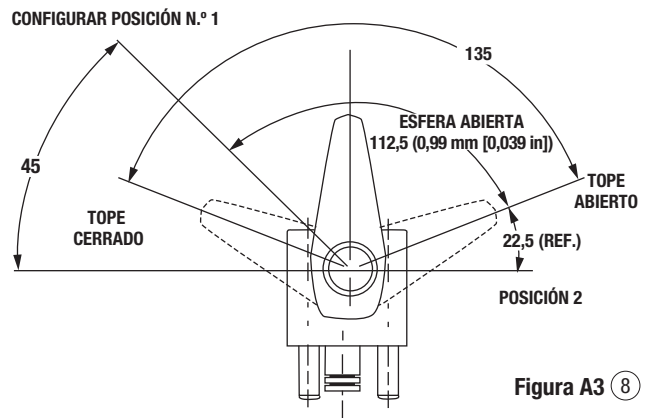

Figura A3 ⑧
Es necesario ajustar la válvula de control manual.	Consulte Cómo configurar la manivela de la válvula de liberación manual/liberación automática, figura A3 en la sección Reparaciones de este manual.
Es necesario ajustar la válvula de control manual.	Ajuste la manivela. Consulte Cómo configurar la manivela de la válvula de liberación manual/ liberación automática, figura A3 en la sección Reparaciones de este manual.
Consulte las figuras A2 y A3. Gire el eje (62) en la rosca hasta que apenas toque la esfera de retención (55) (en su posición cerrada con resorte). Deslice el collarín (104) por el eje. Coloque la manija (61) en la ubicación "Posición 1" (figura A3), con la otra superficie de la manija al ras con el extremo del eje. Bloquéela en su lugar. Gire la manija a "Posición 2" (figura A3). Deslice el collarín hacia el cuerpo de la válvula hasta que haga contacto con la porción de 15,9 mm (5/8 in) de diámetro del eje de control. Gire el collarín de bloqueo en la dirección de las agujas del reloj hasta que toque la clavija de tope y bloquéelo en su lugar.